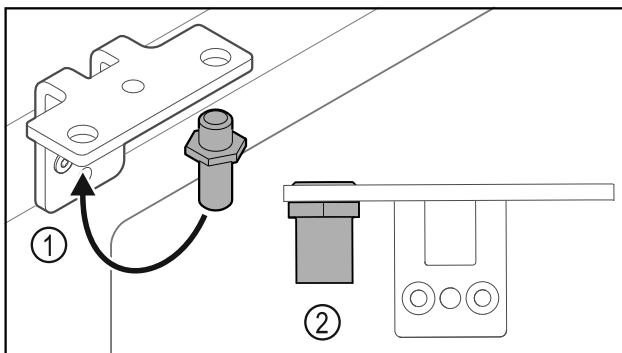

Fig. 36
- ▶ Перемістити палець Fig. 36 (1) у шарнірному кутику.
- ▶ Затягнути палець Fig. 36 (2) з **обертальним моментом 12 Нм.**